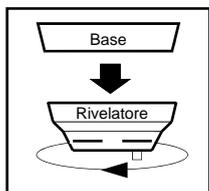

Fig. 2
- 1) Separare la base dal rivelatore ruotando in senso antiorario (vedi Fig. 2).